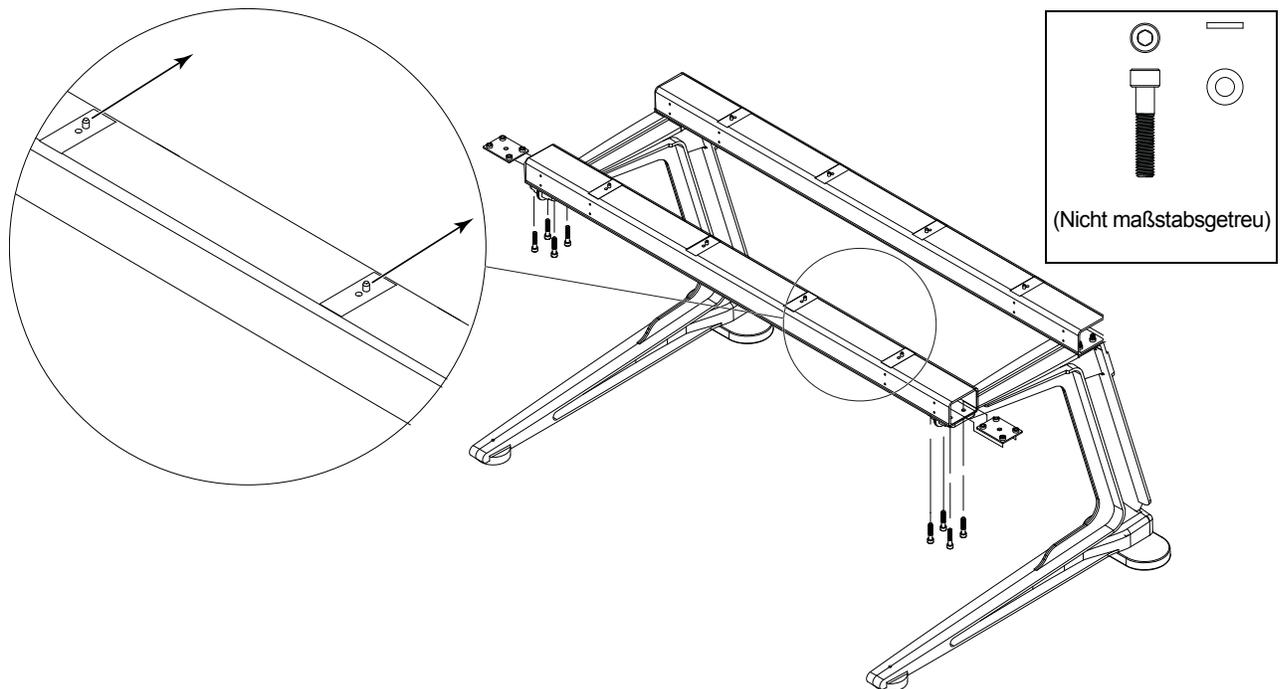

Abbildung 4. Position der Stifte auf der Oberseite des vorderen Trägers
- 2 Verwenden Sie pro Halterung vier Schrauben und Unterlegscheiben (beiliegend), um den Träger entlang der Vorderseite der Standbeine zu befestigen. Verwenden Sie dafür zwei Trägerbefestigungsplatten, wie in Abbildung 4 dargestellt. Ziehen Sie die Schrauben nicht fest.